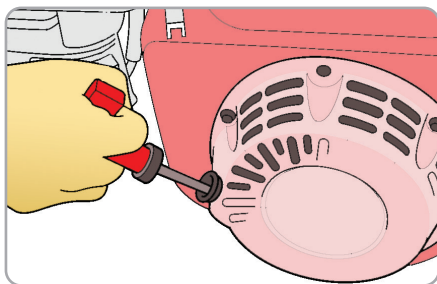

Fig.12
- Trageti usor de manerul demarorului pana simtiti o rezistanta apoi trageti rapid (fig.12).